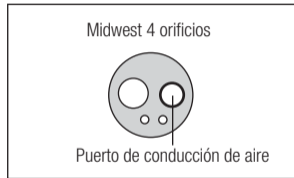

Fig. 12
- 2) Aplique 1-2 gotas de aceite de lubricación en el puerto de conducción de aire tal y como se muestra en la Fig. 12.